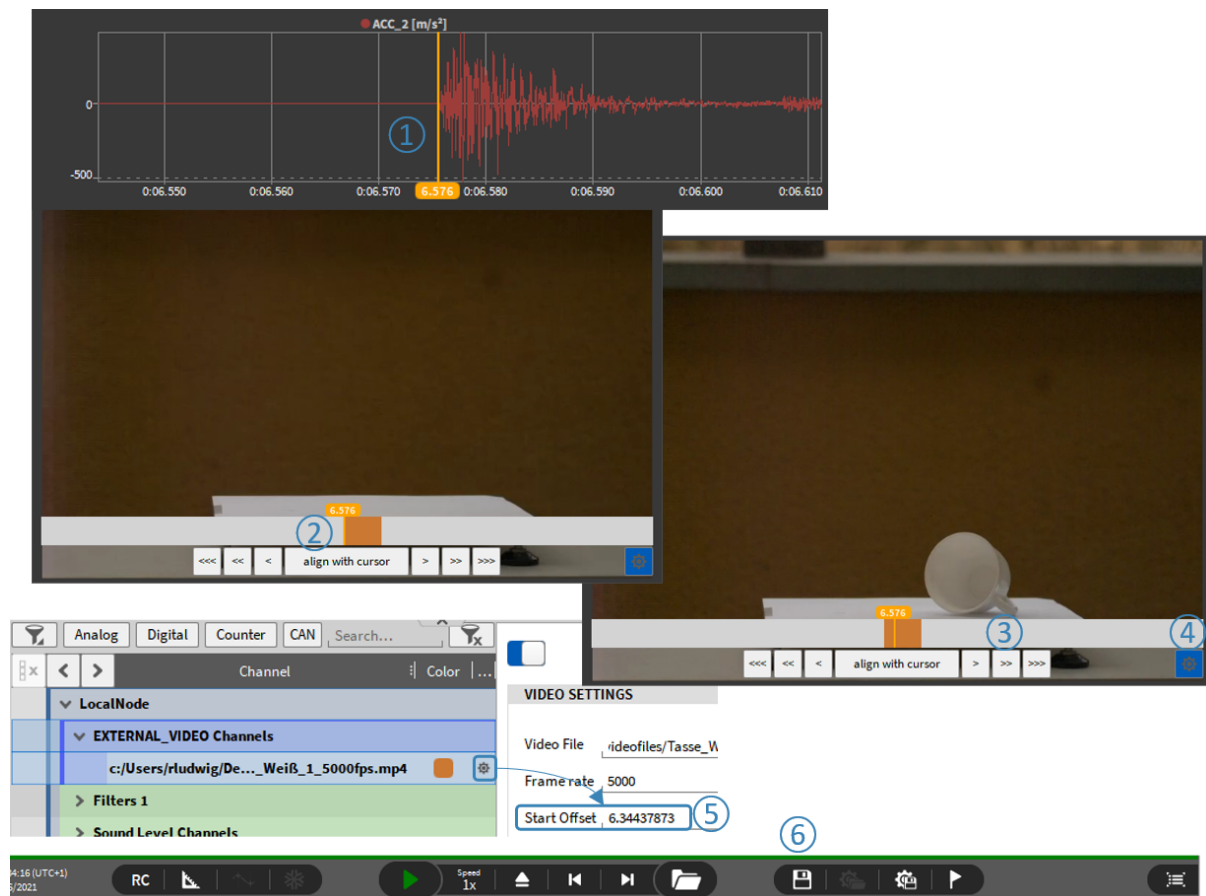

Abb. 7.169: Ausrichten von Video- und Sensordaten
1. Verwenden Sie den Recorder, um den orangefarbenen Cursor zum Referenzereignis für die Datensynchronisierung zu bewegen (siehe ① in Abb. 7.169)
2. Drücken Sie *mit dem Cursor ausrichten*, um den Videostart in die orange Cursorposition zu bewegen, um eine grobe Zeitanpassung vorzunehmen (siehe ② in Abb. 7.169)
3. Verwenden Sie für Feinzeitanpassungen die Schaltflächen <<<, <<, < & >, >>, >>>, um die Zeitachse auszurichten (siehe ③ in Abb. 7.169)
4. Wenn Sie fertig sind, kann die Zeitleiste ausgeblendet werden (siehe ④ in Abb. 7.169)
5. Der absolute Zeitversatz ist auch im Kanal-Setup des Videos zu sehen (siehe ⑤ in Abb. 7.169)
6. Die Einstellungen können im Dateifile gespeichert werden (siehe ⑥ in Abb. 7.169)